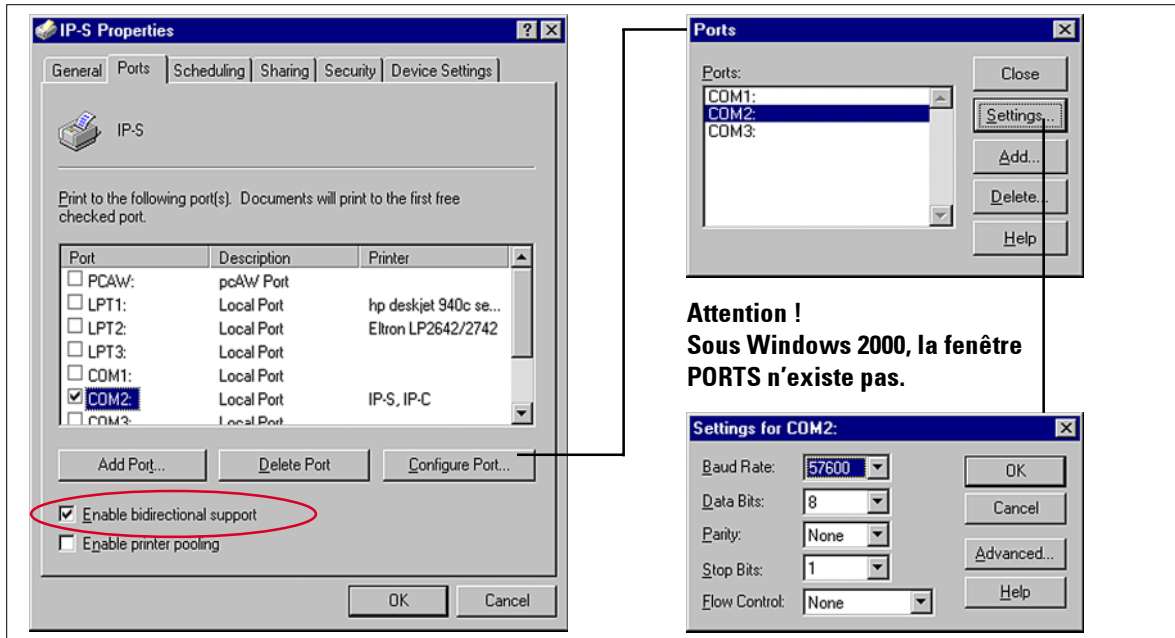

Fig. 23
5. Cliquez sur le bouton **CONFIGURER** pour ouvrir la fenêtre Ports. Sélectionnez l'interface correspondante et cliquez sur le bouton **PARAMÈTRES**. La fenêtre **CONFIGURATION...** s'affiche. Réglez ici la vitesse (**BAUD**) sur 57600. Tous les autres paramètres doivent être configurés comme dans la fig. 23.